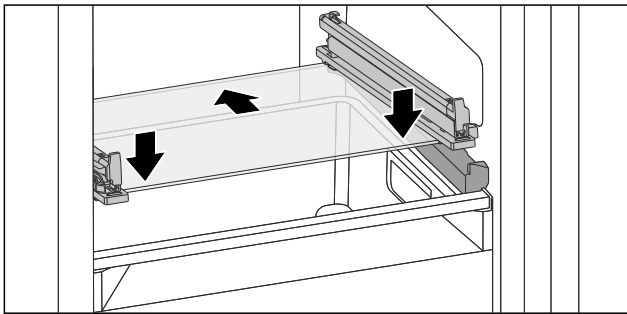

Fig. 134 Glasplaat van de kantelbare schuiflade
- ▶ Glasplaat schuin achter de stoppers plaatsen. (zie Fig. 134)